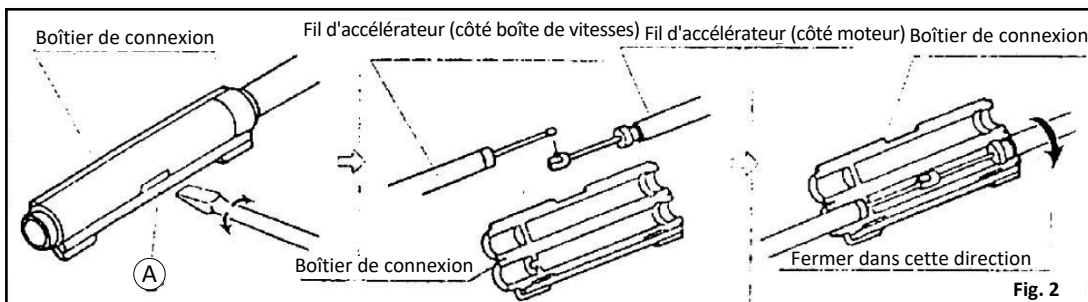

Fig. 2
2. Connexion du fil d'accélérateur entre le moteur et le carter d'engrenage (Fig.2)